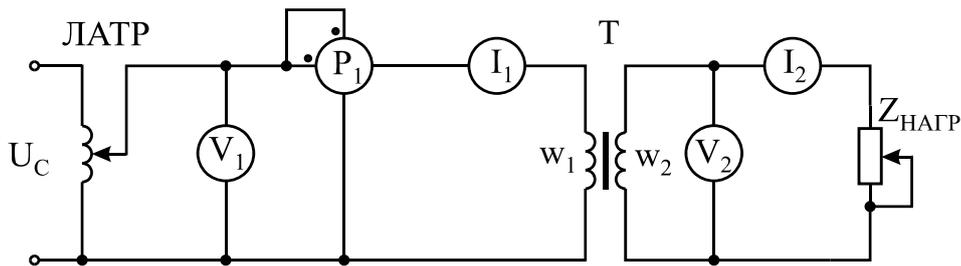

Рис. 3.5. Схема исследования трансформатора в режиме нагрузки
Опыт под нагрузкой проводится для определения зависимости вторичного напряжения U_2 трансформатора от нагрузки I_2 (рис. 3.5).
1. Собрать схему для проведения опыта (рис. 3.5).